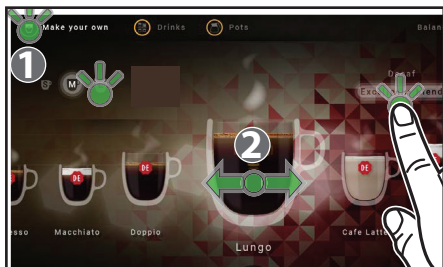

Bild 4.5 - Val för "Gör din egen"
1. Tryck på den övre vänstra ikonen "Gör din egen" (1) på pekskärmen när automaten är i leveransläget (bild 4.5).
- **ÖNSKAD DRYCK (2)** - flytta den valda drycken till mitten av skärmen (bild 4.5)
- **DRYCKENS STORLEK** - tryck på S(mall), M(edium), eller L(arge) (bild 4.5)
- **INGREDIENSER** - blandningsval kan användas i specifika automatkonfigurationer med två kaffeblandningar (bild 4.5).